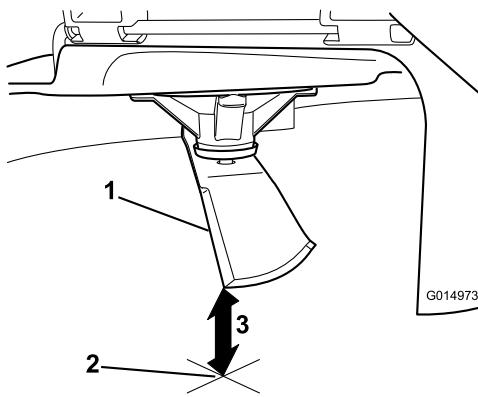

Figura 50
- Mida desde la punta de la cuchilla hasta la superficie plana (Figura 50).